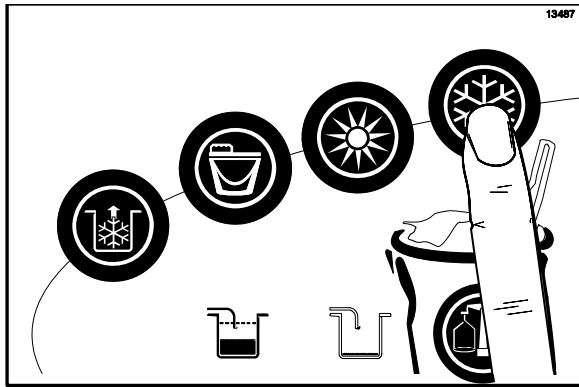

Abbildung 39
32. Wenn das Gerät wieder bereit für den Normalbetrieb ist, das Automatiksymbol  antippen. (Siehe Abbildung 39.) Über das Managermenü kann die Autostartfunktion aktiviert bzw. deaktiviert werden. Ist die Autostartfunktion aktiviert, schaltet das Gerät täglich zu einem festgelegten Zeitpunkt automatisch vom Standby-Betrieb auf Automatikbetrieb auf beiden Seiten um. (Siehe Seite 83.)